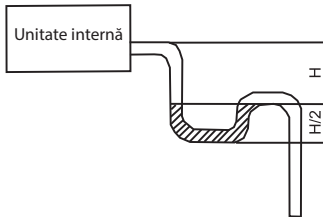

Fig.24
(5). În cazul în care fluxul de aer al unității de interior este mare, acest lucru ar putea cauza o presiune negativă și ar avea ca rezultat aspirarea aerului din exterior. De aceea, un captator de apă în U va fi amplasat pe partea de drenaj a fiecărei unități de interior. (Fig. 24)